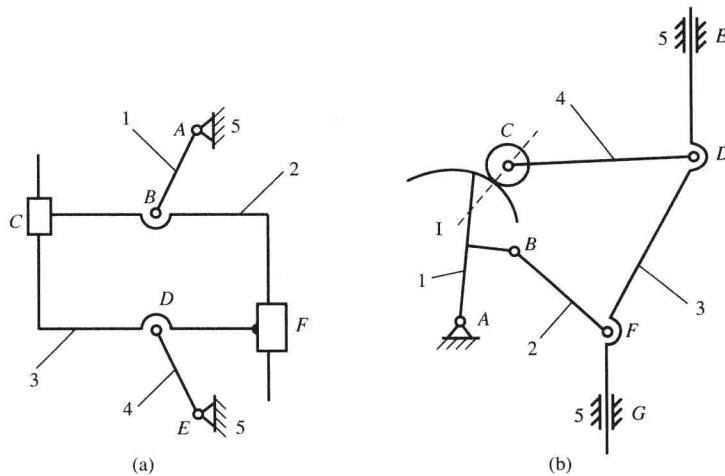

图 1-3 移动副和转动副构成的虚约束
(1) 两构件组成平行移动副或同轴转动副, 例如: 图 1-3(a)中 C, F 的移动副, 图 1-3(b)中的 E, G 移动副, 都分别只能算是一个移动副。